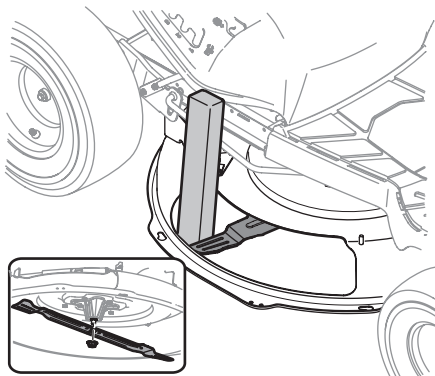

Figura 22
2. Use un bloque de madera o un 2 x 4, insértelo dentro de la abertura de la plataforma y haga girar la cuchilla hasta que la madera haga cuña entre la abertura de la plataforma y la cuchilla de corte, como se indica en la Figura 22.